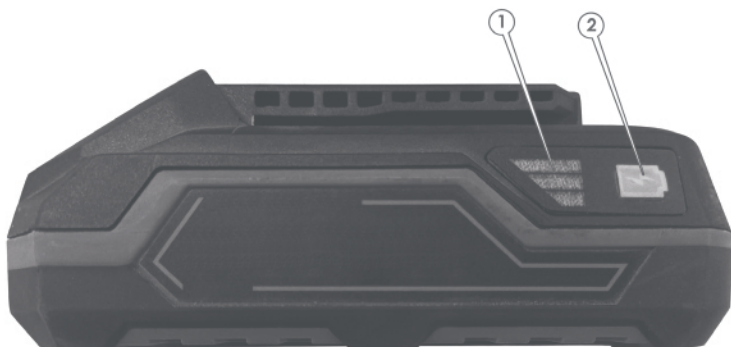

Рисунок 4. Схема перевірки рівня заряду акумуляторної батареї.
- натиснути та утримувати кнопку акумулятора (2, рис. 4), що розташовується на бічній панелі акумулятора;
- перевірити рівень зарядженості акумулятора: під час утримання кнопки залежно від стану заряду батареї почнуть світитися відповідні індикатори (1, рис. 4).